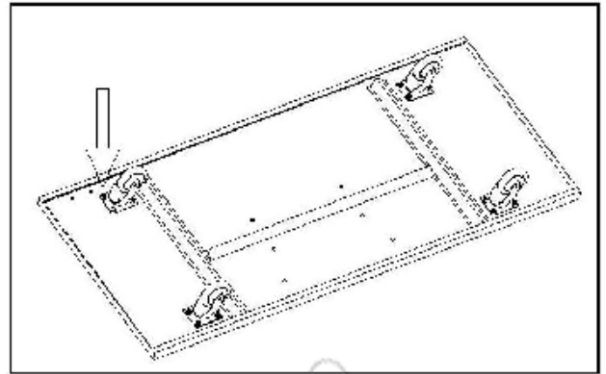

Figura 7– Montaggio delle ruote.
Capovolgete la base (D) e montate le quattro ruote pivotanti (J) avvitando le viti nelle relative sedi tramite una chiave adeguata (Figura 7).